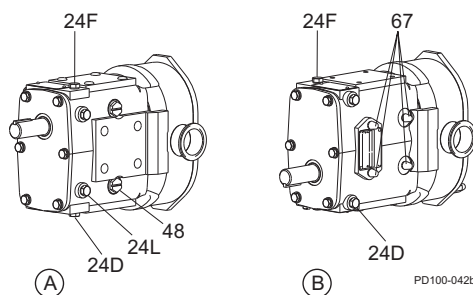

Figura 23 - Pontos de lubrificação
A graxa em excesso acumulará no compartimento de graxa e deve ser removida por meio do orifício de limpeza coberto com um plugue de plástico (Figura 23, item 48).